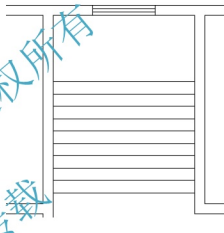

图 2.99 生成其他踏步线
③ 在指定移动点或 [基点(B)/复制(C)/放弃(U)/退出(X)]: 提示下，输入“C”后按 Enter 键，执行【复制】子命令。
④ 在指定移动点或 [基点(B)/复制(C)/放弃(U)/退出(X)]: 提示下，打开【正交】功能，将光标垂直向下拖动，分别输入“300”按 Enter 键、输入“600”按 Enter 键……依次以 300 为倍数逐步增加，最后输入“2700”按 Enter 键结束命令，结果如图 2.99 所示。